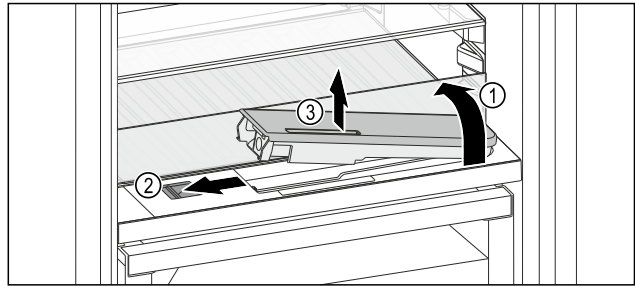

Fig. 188
- ▶ Soulever la tablette et la rabattre vers l'arrière jusqu'à la butée *Fig. 188 (1)*.
- ▶ Pousser le curseur *Fig. 188 (2)* vers la gauche.
- ▶ Sortir le filtre à eau *Fig. 188 (3)*.